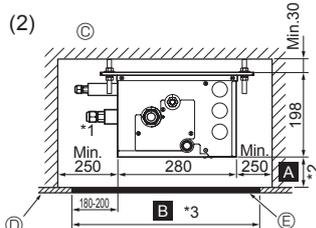
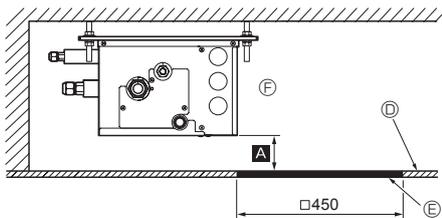

Fig. 4-5
Fig. 4-6
(2) Seitenansicht (Fig. 4-5, Fig. 4-6)
Bei "□ 450" bereiten Sie eine Wartungsöffnung an einer PCB-Seite vor (wie in Fig. 4-6 gezeigt), und "Min. 300 mm" ist für den Abstand **A** erforderlich.